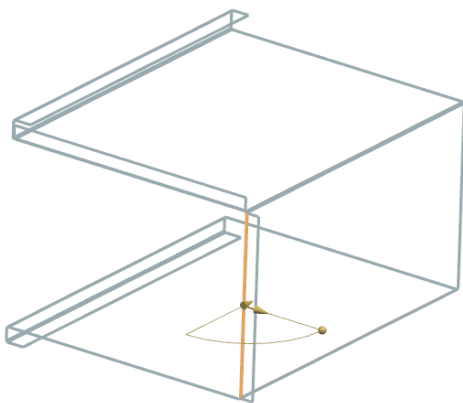

图 11-199 选择弯边
(5) 选择弯边，同时在视图区预览显示所创建的弯边，如图 11-199 所示。设置“宽度选项”为“完整”，“长度”为 15，“角度”为 90，“参考长度”为“外部”，“内嵌”为“材料外侧”，在“折弯止裂口”和“拐角止裂口”下拉列表框中选择“无”。